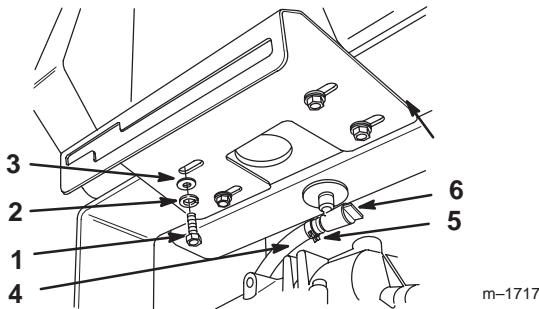

Bild 4
2. Befestigen Sie das Armaturenbrett und den Kraftstofftank mit 4 Schrauben (5/16 x 7/8 Zoll), 4 Sicherungsscheiben (5/16 Zoll) und Scheiben (Bild 4) am hinteren Chassis.
3. Schieben Sie die Schlauchschelle auf die Kraftstoffleitung (Bild 4). Bringen Sie die Kraftstoffleitung an der Kraftstofftankverbindung an und sichern Sie sie mit einer Schlauchschelle ab (Bild 4).